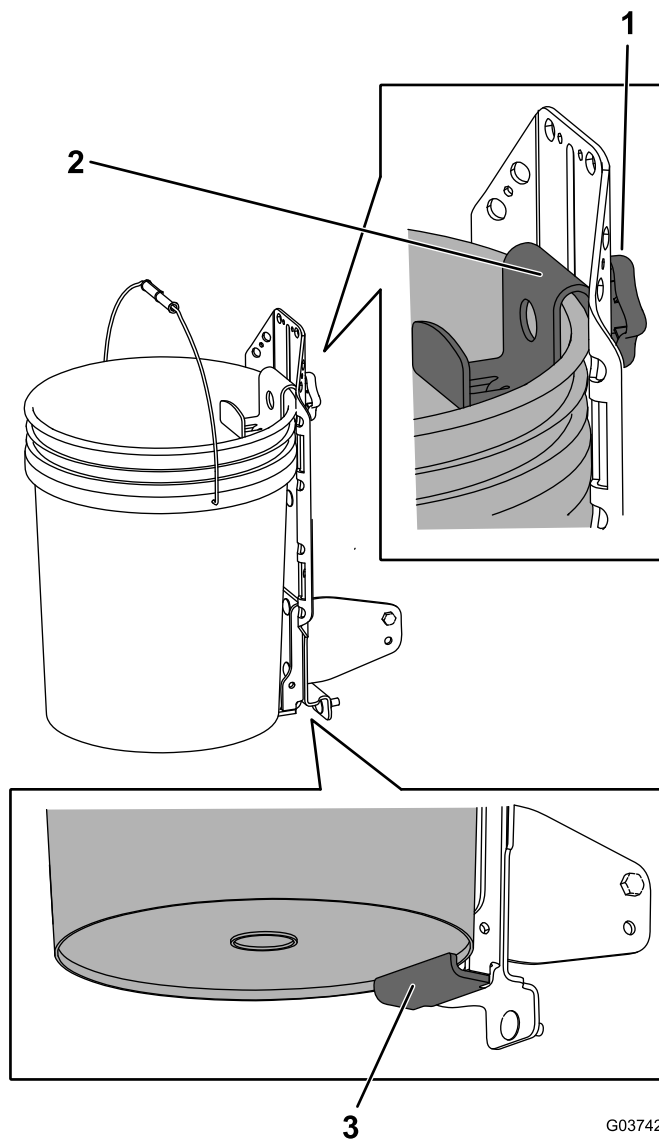

Figura 6
1. Desaperte o manípulo e eleve o balde superior. Aperte o manípulo para o segurar no sítio (Figura 6).
2. Coloque a borda inferior do balde sobre o bordo inferior do suporte de apoio soldado (Figura 6).
3. Desaperte o manípulo e desça o suporte superior o mais possível sobre o aro do balde. Aperte o manípulo (Figura 6).